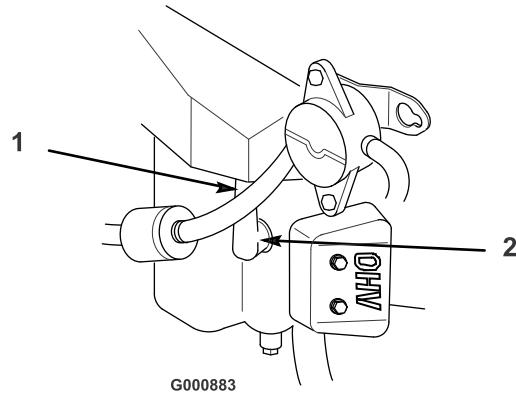

Figura 38
- Puxe os cabos das velas (Figura 38). Para evitar qualquer dano, limpe à volta das velas de ignição para impedir que entrem impurezas para dentro do motor.
3. Empurre a cablagem para a(s) vela(s) de ignição (Figura 38).